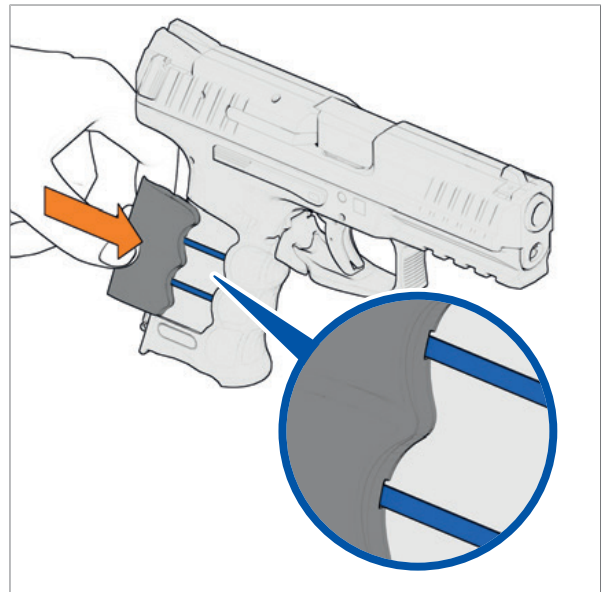

Abb. 20: Griffschalen in die Führungen schieben
1. Griffschalen von hinten nach vorne in die Führungen des Griffstücks schieben (Abb. 20).